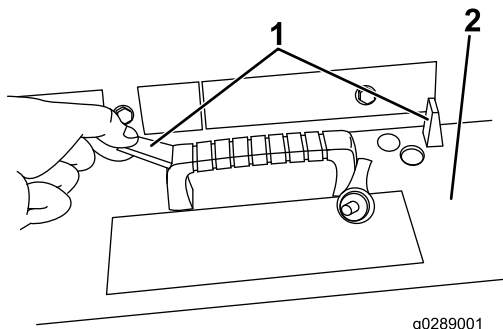

Рисунок 2
3. Раскройте две раздвижные защелки (Рисунок 2).